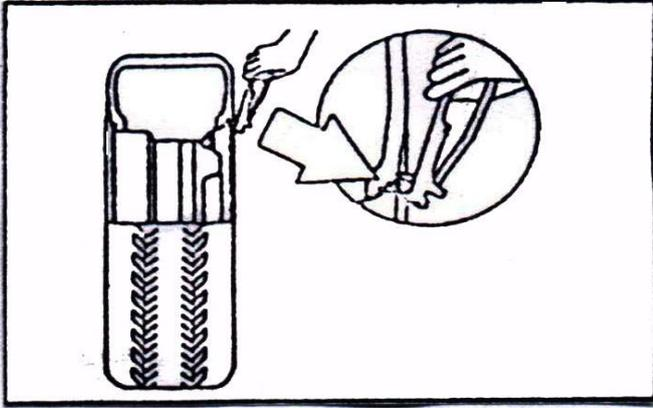

図 17
4.1.1 バルブの虫 (バルブコア) を取り、タイヤ内の空気を完全に抜いて下さい。リム上のウェイトを外す為に、ウェイトハンマー等特殊工具を使い爪を引き抜いて外して下さい。(図 17).